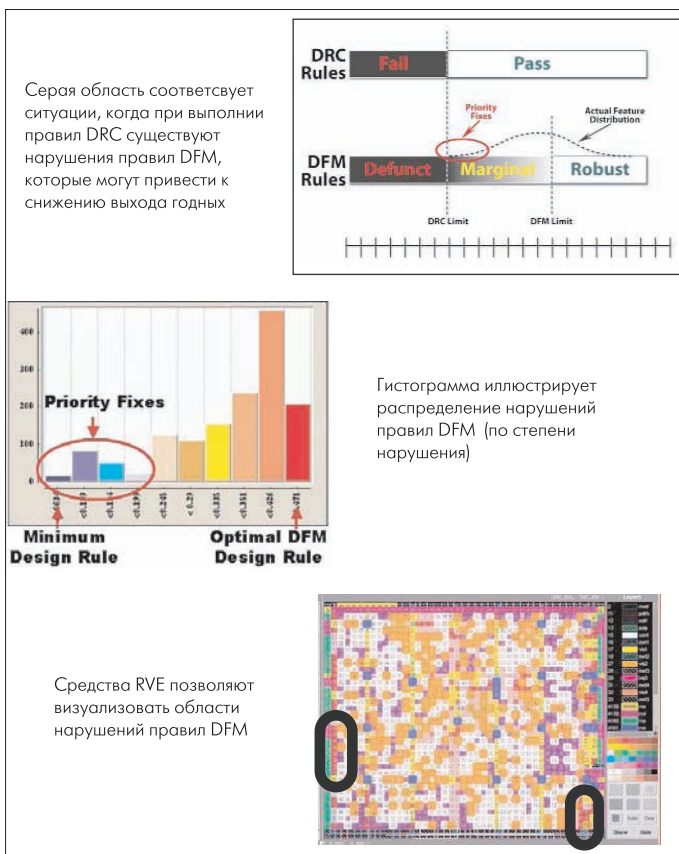

Рис.8. Анализ статистики выполнения правил DFM
- модуль Calibre **DFM Measure** анализирует геометрические элементы на удовлетворение правилам DFM с точки зрения ширины и зазоров, формирует статистику распределения нарушений по отдельным областям и кристаллу в целом (рис.8). Это позволяет выделить проблемные области и устранить нарушения в процессе отладки. Результаты анализа можно просмотреть с помощью модуля Calibre RVE;